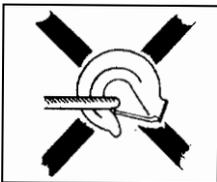
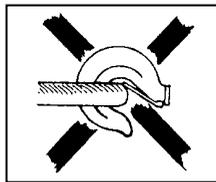
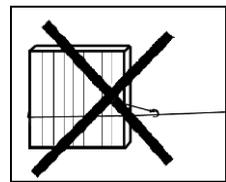

Fig. 1
Fig. 2
Fig. 3
**OBS!** Lastekroken må **ikke** utsettes for bøyingspåkjenning (fig. 1), og kroksperran må **ikke** blokkeres (fig. 2). Vinsjens stålvaier eller bånd må **ikke** brukes som slynge (fig. 3).